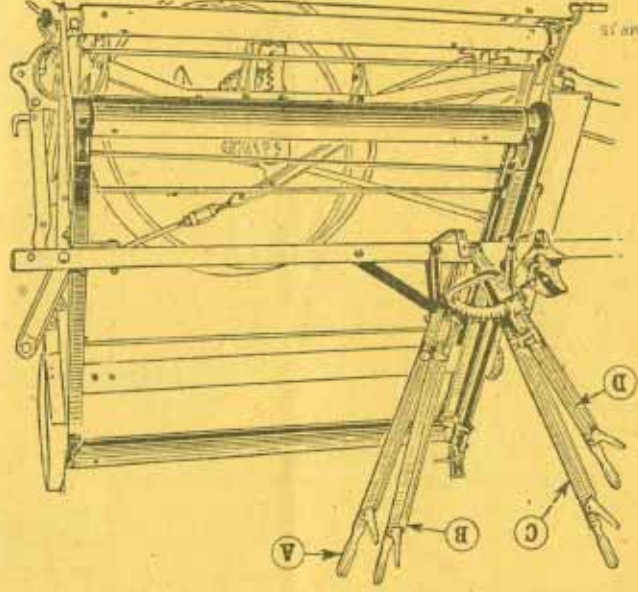

Abbildung Nr. 44
Die Lage der verschiedenen Hebel ist klar und deutlich in Abbildung Nr. 44 gezeigt, und sind wie angegeben zu gebrauchen.
Binder-Kipphebel (siehe (A), Abb. Nr. 44).
Bänderahmen-Verschlebehebel (siehe (D), Abb. Nr. 44).
Haspel-Hebel (siehe (B) u. (C), Abb. Nr. 44).